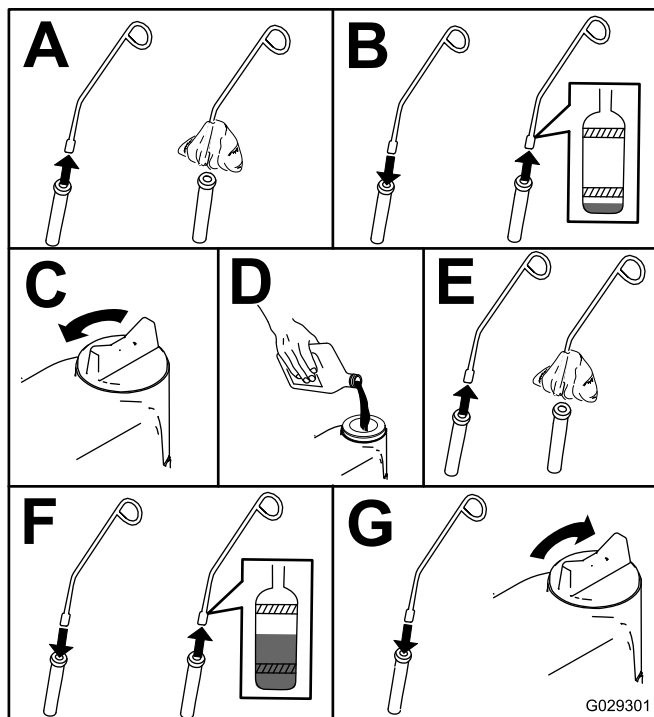

Figure 46
- Contrôlez le niveau d'huile et faites l'appoint au besoin (Figure 46).